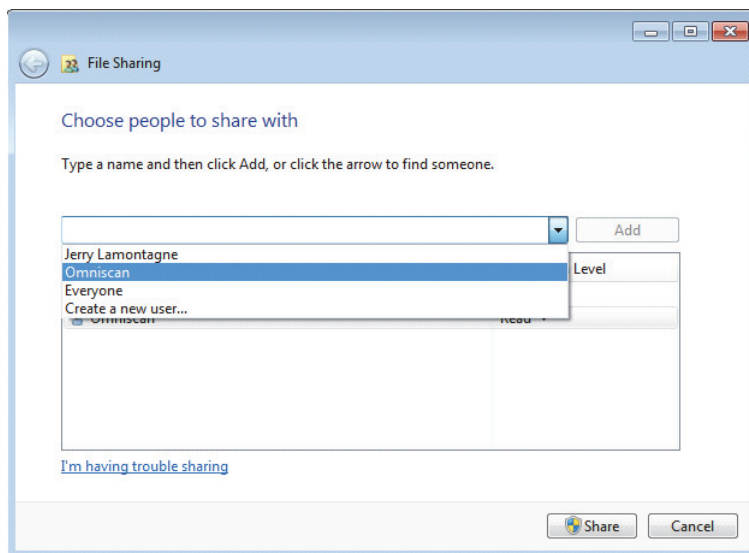

Рис. 7-28 Диалоговое окно Общий доступ к файлам (Windows 7)
5. В диалоговом окне **File Sharing** [Общий доступ к файлам] (см. Рис. 7-28 на стр. 222) выберите **Omniscan** и щелкните **Add** (Добавить).